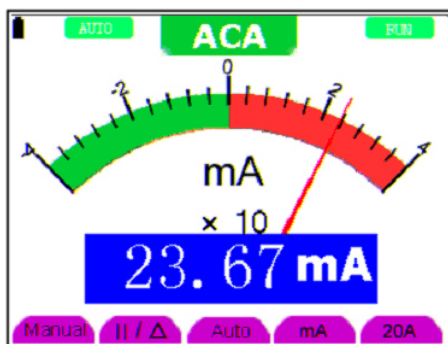

Figura 42.- Medida de corriente en Corriente Alterna hasta 400 mA.
4. Conecte el otro extremo de los cables rojo y negro al punto que desea medir. Active el circuito bajo prueba y la corriente de CA entre los puntos medidos se mostrará en pantalla. (Ver Figura 42).